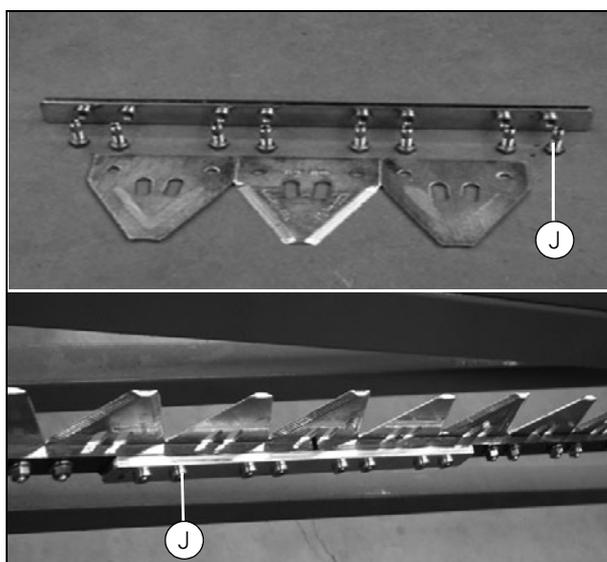

Рисунок 22
5. Нож разделен на секции, а секции собраны в набор сборок, как показано на (Рис. 22). Затяните болты (K) моментом 15–18 Нм.